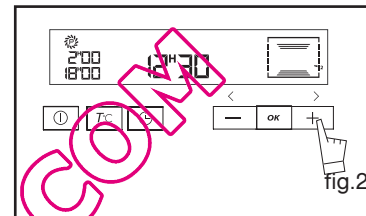

fig.2
- Prima o botão + ou - para acertar a hora final desejada. (fig.2).